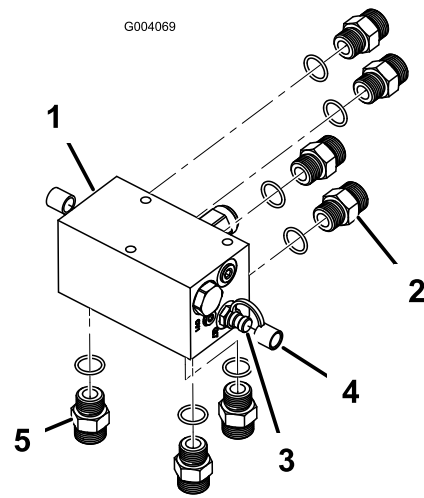

Bild 4
1. Befestigen Sie vier gerade Hydraulikanschlussstücke hinten am Verteiler (**Bild 4**).
2. Befestigen Sie zwei Diagnose-Anschlussstücke und die Staubdeckel an jeder Seite des Verteilers (**Bild 4**).
3. Befestigen Sie drei gerade Hydraulikanschlussstücke unten am Verteiler (**Bild 4**).